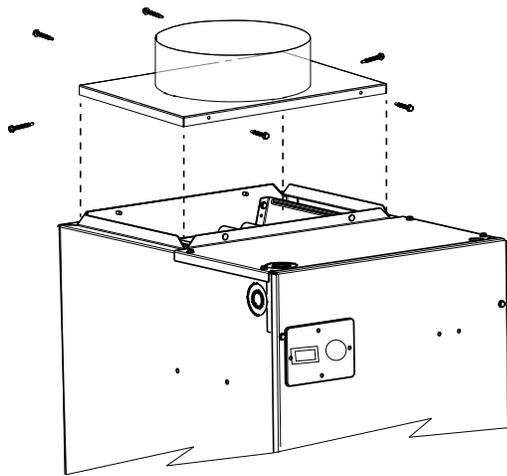

Fig. 3 – Instalación típica de la transición a ducto
6. Utilice los tornillos incluidos para fijar la placa de transición a ducto redondo u ovalado a la parte superior de la unidad (Fig. 3). **NOTA:** La placa de transición **debe** instalarse incluso si la unidad se utiliza como depurador de aire. También se dispone de un difusor de aire opcional (KFADG0101SML/LRG) para el uso del depurador de aire.